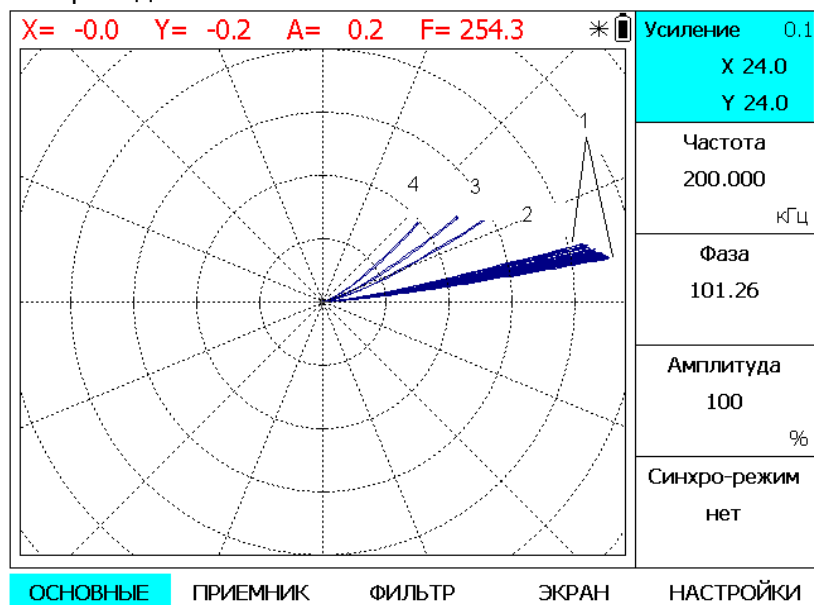

Рис.2-19 Отображение годографов при установке преобразователя на образцы разной проводимости (МСм/м): 1- образцы от 14.3 до 37.7, 2- 1.99, 3-1.17, 4-0.58.
клавиши . Прибор готов к калибровке по образцам проводимости в широком диапазоне проводимостей: значение фазы (F) обратно пропорционально проводимости образца. Перед калибровкой рекомендуется снизить значение усиление X/Y до значений, при которых положение вектора находится в пределах экрана. На результаты калибровки по F это не влияет, но позволяет визуально наблюдать на экране изменение фазового сдвига. При необходимости составляется таблица соответствия или прибор калибруется в соответствии с инструкцией по образцам проводимости для выполнения измерений и разбраковки. Следует отметить, что зависимость фазового сдвига F от проводимости нелинейная, и в последнем случае полное соответствие значений проводимости результатам измерений обеспечивается в точках калибровки. В приборе предусмотрена калибровка от 2 до 10 образцов измеряемой величины, в том числе и образцов проводимости. На рис. 2-19 приведены годографы сигнала, при установке преобразователя на образцы разной проводимости.